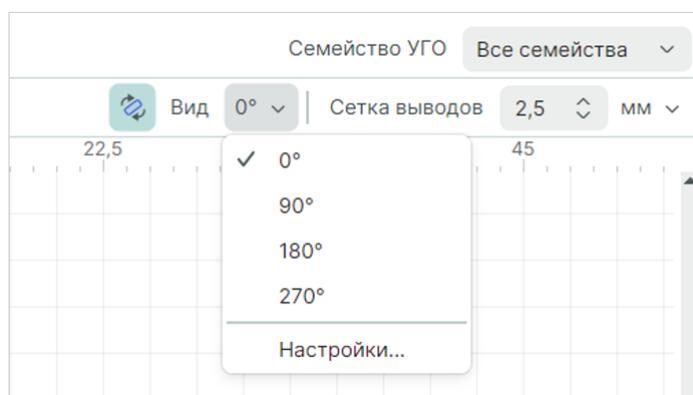

Рис. 197 Настройка типов отображения УГО
5. Раскройте выпадающий список «Вид» и выберите тип отображения представления УГО, Рис. 197.